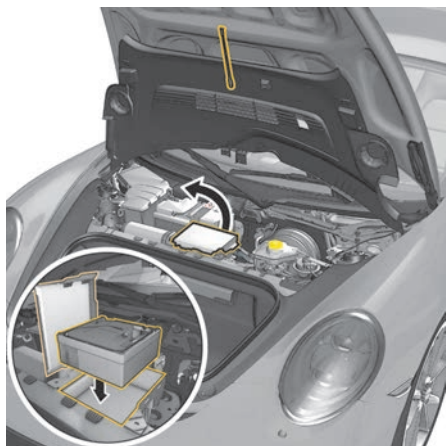

Fig. 62 : Rangement du compresseur pour pneumatiques
1. Rangez le compresseur pour pneumatiques dans le coffre de rangement (fig. 62)